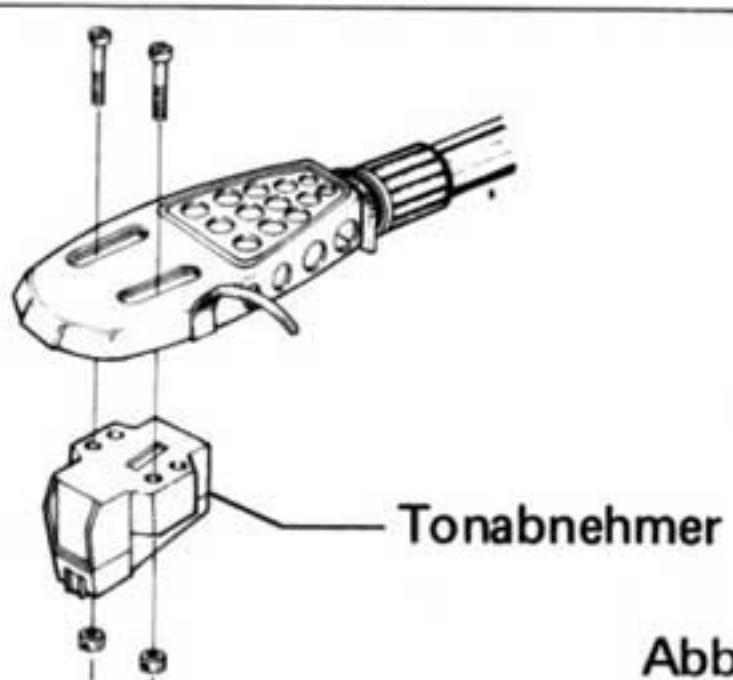

Abb. 2
- Den Tonabnehmer (Sonderzubehör) mittels den beiden Schrauben und Muttern vorsichtig am Tonarmkopf befestigen (Abb. 2).